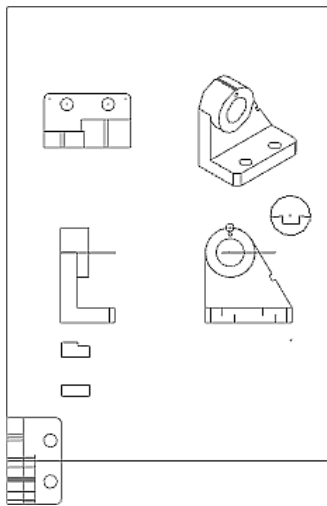

图 7.6.25 放置断面图
⑤ 设置详图参数。在“参数”对话框的 **颜色** 文本框中输入值 0，在 **比例** 文本框中输入值 1，单击 按钮完成参数的设置。
⑥ 放置断面图。将断面图放置在图 7.6.25 所示的位置。